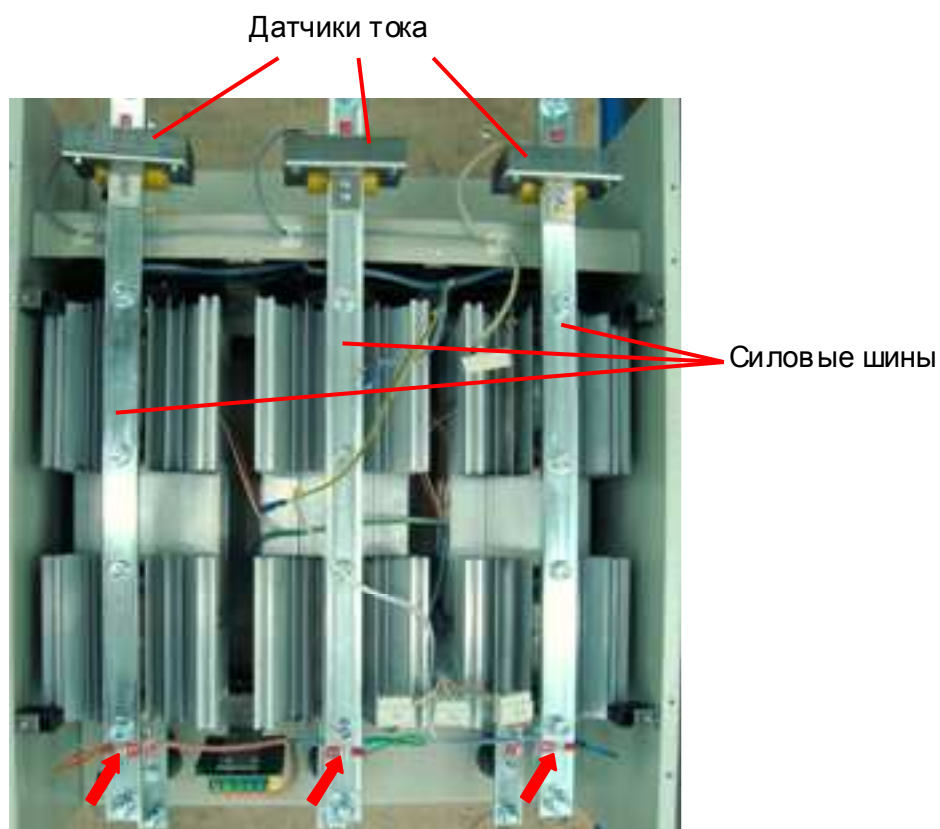

Рис. 7.7
7.1.3. Подсоединить провода кабеля RC-фильтра к силовым шинам (рис. 7.7, красные стрелки).